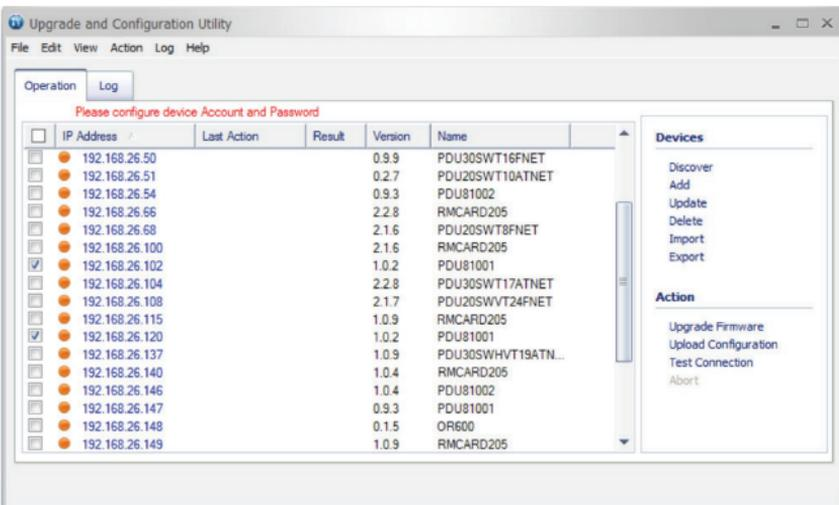

Figure 2
4. Cochez la case pour sélectionner les périphériques répertoriés dans la **Operation View** (Aperçu des opérations) (Figure 2).